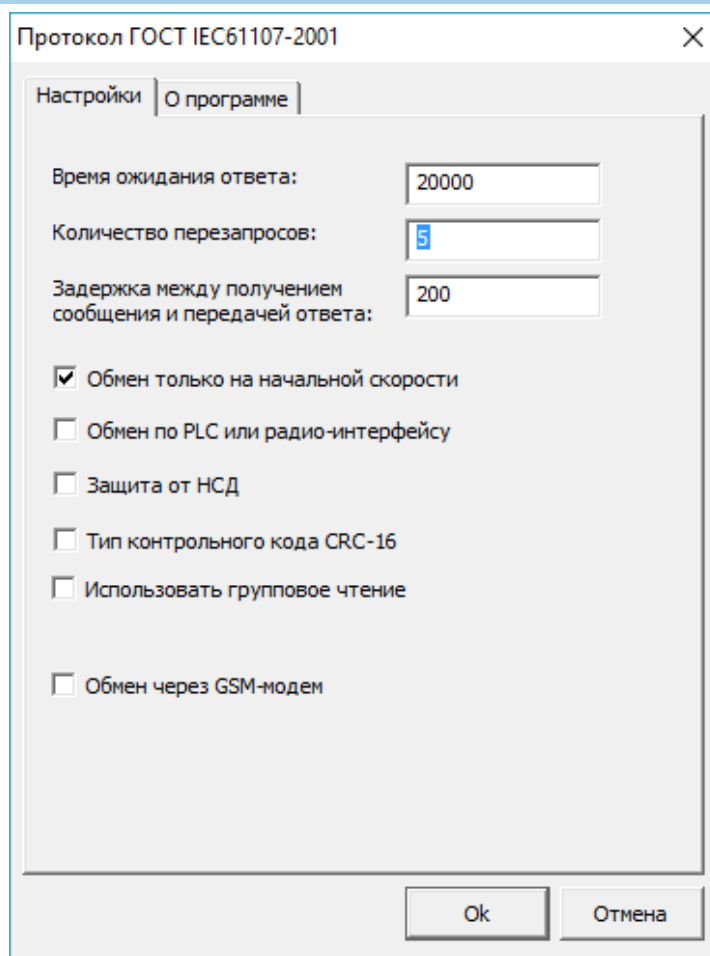

Рисунок 59 – настройка протокола обмена
- Через канал GSM установить связь со счетчиком CE308 S3x.xxx.OAG.xxx см. п. 5.3.3.7. В настройках протокола рекомендуется устанавливать время ожидания ответа не менее 20 сек и количество перезапросов не менее 5 (см. рисунок 59).